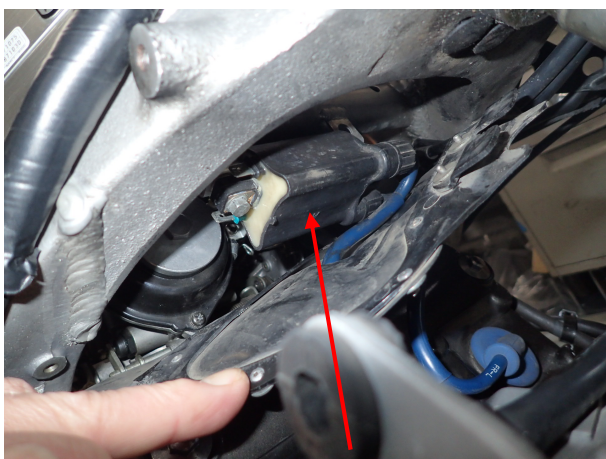

図1、フロントシリンダ(2・4)用ノーマルコイル
- ① ロアフェアリング、アッパーフェアリングインナーカバー、アッパーフェアリングを取り外して下さい。
- ② ラジエターボルトを外し、ラジエターを前方へずらして下さい。ヒートガードを外して下さい。エアクリーナーケースを外し、フロントシリンダ(2・4)用イグニッションコイルを取り外してください。(図1)